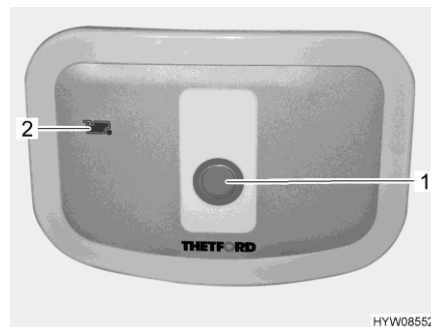

Bild 167 Spolknapp/kontrollampa (Thetford-toalett)
- För att spola, tryck på den blå spolknappen (Bild 167,1).
- Kontrolllampan (Bild 167,2) lyser när latrintanken måste tömmas.